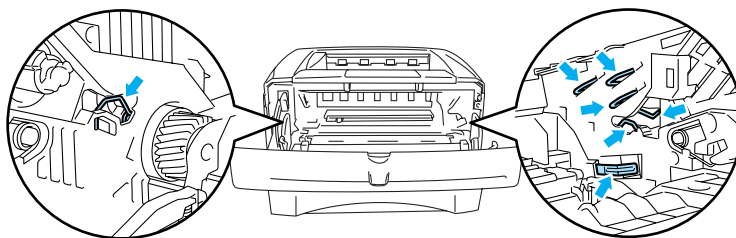

Figura 5-5
- Para evitar uma descarga de electricidade estática, não toque nos eléctrodos apresentados na Figura 5-5.